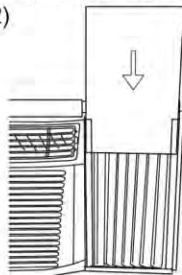

Fig. 22
Étape 3. Glissez le panneau isolant R1 dans le rideau latéral, le côté avec le motif doit faire face au côté intérieur. (Fig. 22)